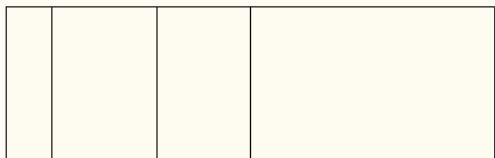

图 5-56 偏移操作
- 04 重复使用【偏移】命令，将右侧边界线向其左偏移 65，结果如图 5-56 所示。